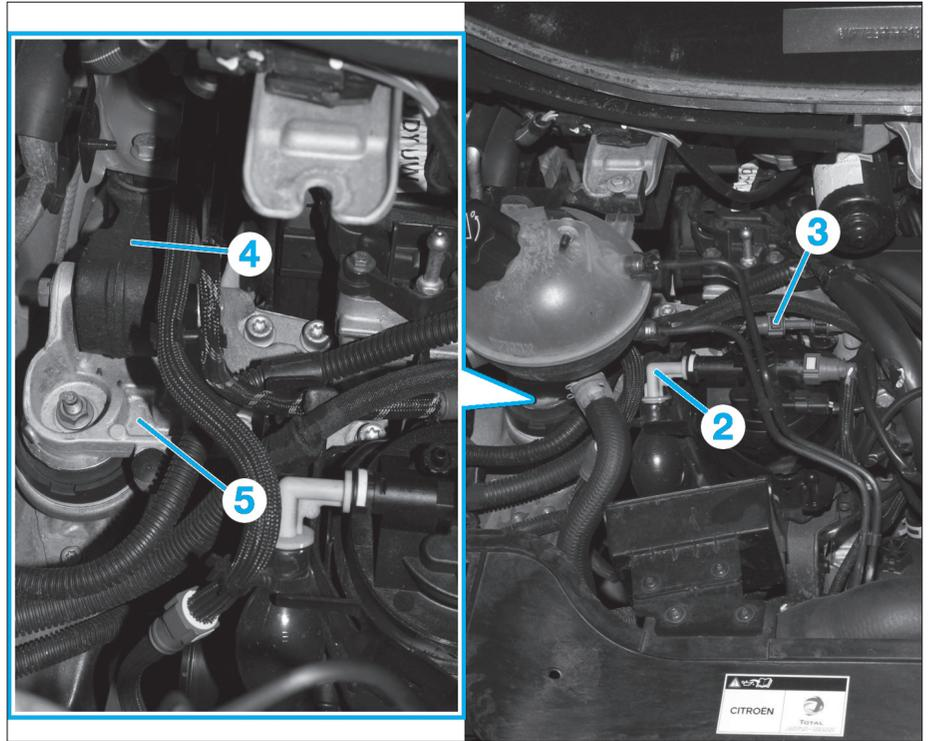

Fig. 5
- Désaccoupler les tubes d'arrivée (2) et de sortie (3) de carburant (Fig.5).